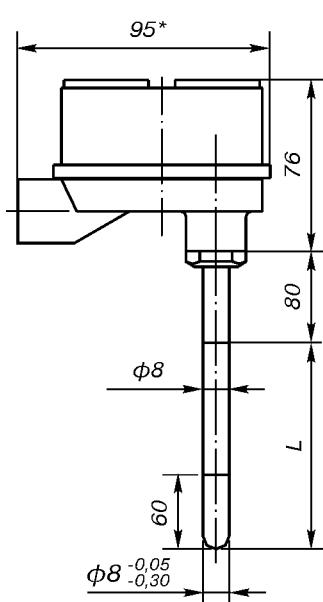

Рис.1.
- 40...1000°C - для ТХА Метран-251 (рис.1, 2, 8).
ост. см. рис. 1